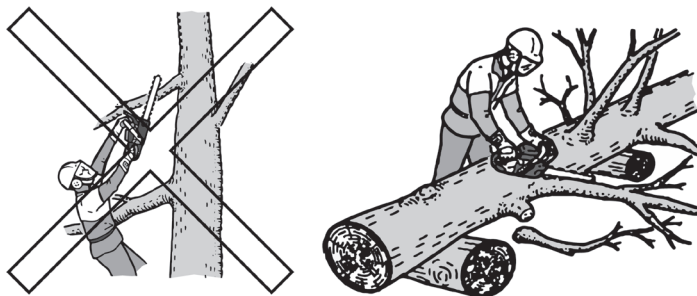

Рисунок 16. Схема обрізання малих гілок.
5.3.5.1 Обрізання малих гілок вести тільки на поваленому дереві згідно зі схемою (рис. 16).